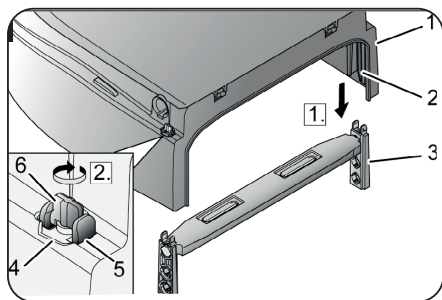

Fig. 7
1. Posizionare il corpo (1, Fig. 7) del rialzo WC in modo che i supporti in altezza (3, Fig. 7) scorrano nelle guide (2, Fig. 7) del corpo.
2. Premere il corpo verso il basso finché non si innestano i supporti in altezza. A questo punto si devono vedere le alette di bloccaggio grigie (5, Fig. 7) nell'apertura (4, Fig. 7) sul corpo.
3. Ruotare il blocco rosso (6, Fig. 7) di 90°. In questo modo si fissano le alette di bloccaggio. Ruotare il meccanismo di